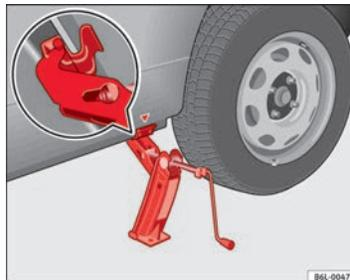

Abb. 138 Wagenheber
- Richten Sie den Wagenheber so aus, dass seine Klamme den Steg des Unterholms umfasst und die bewegliche Grundplatte plan auf dem Boden aufliegt ⇒ Abb. 138.